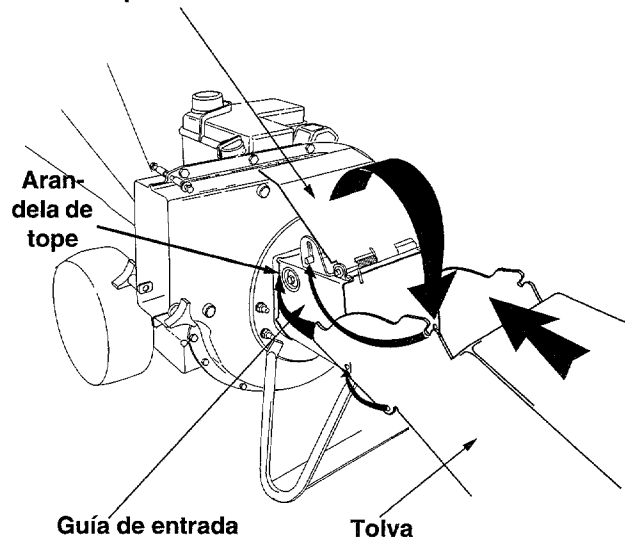

Figura 4
- Coloque el conjunto de la tolva en el suelo y sujételo en la posición ilustrada en el paso 1 de la figura 4.
- Mientras sujeta la tolva, empuje la puerta pivote de la tolva hacia adentro de esta última. Vea la figura 4.
- Deslice el conjunto de la tolva hacia el armazón de la astilladora-desmenuzadora de manera que la guía superior del conjunto de la tolva se deslice **debajo** de la arandela de tope a cada lado de la guía de entrada. Vea la figura 4.
- Inserte el perno hexagonal (que usted extrajo antes) desde la izquierda a través del orificio de la tolva y de la guía de entrada. Inserte la tuerca hexagonal sobre el perno desde el otro lado. Vea el recuadro de la figura 4.